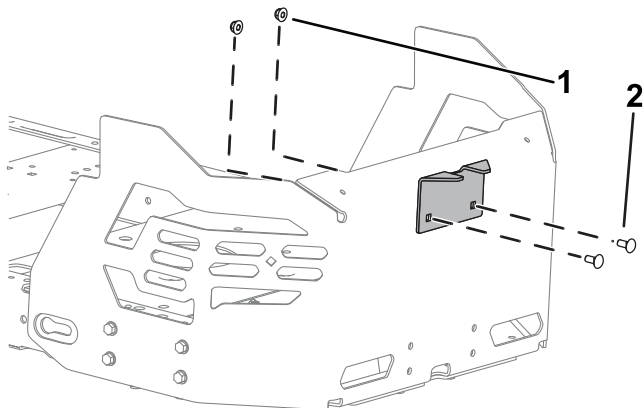

**Figure 13**
1. Retirez les 2 boulons, les 2 écrous et le support d'attelage existants au bas de la protection du moteur (Figure 13).